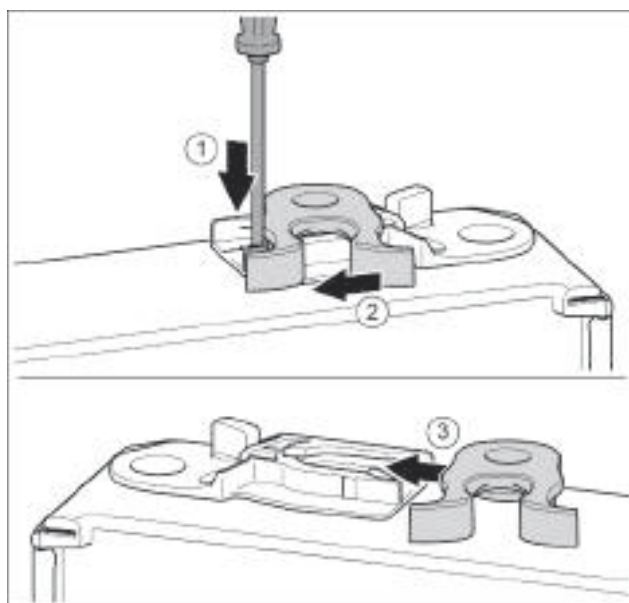

Fig. 18*
- Нажать накладку шлицевой отверткой вниз.* Fig. 18 (1)
- Запорный крючок вывести из направляющей.* Fig. 18 (2)
- Запорный крючок вставить в направляющую с другой стороны.* Fig. 18 (3)